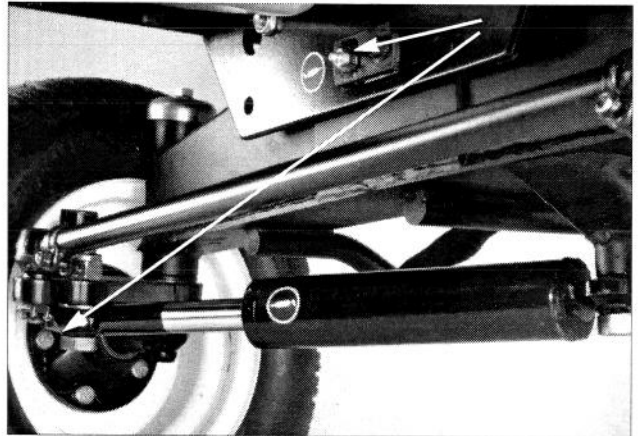

Figure 28
extrémité cylindre (2), pivot central (1), axes (2) (Fig. 28).